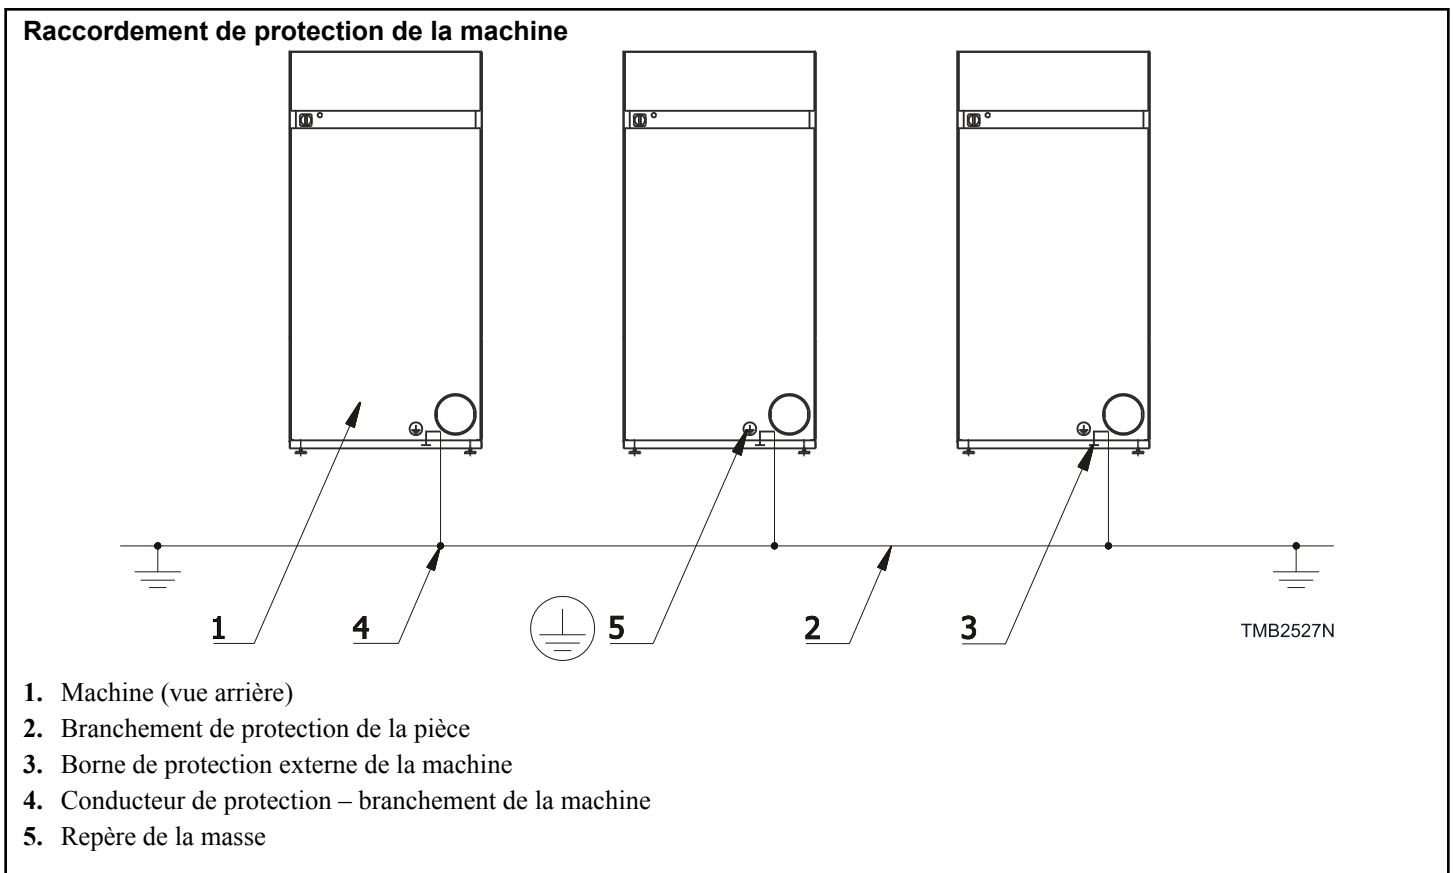

Figure 31
Pour des raisons de sécurité, il est nécessaire de brancher la machine au système de protection de la laverie. La borne de protection externe de la machine (M6) située à l'arrière du dessous de la machine (*Figure 31* – pos.4) est présente à cet effet et elle est marquée par un symbole de terre. Le conducteur de protection permettant ce branchement n'est pas livré avec la machine. La section transversale du conducteur de protection doit correspondre au moins aux chiffres décrits dans *Caractéristiques électriques*. Cependant, à des fins de protection, avec une section transversale du câble d'alimentation en-dessous de 2,5 mm² [0,004 po.²], nous recommandons de sélectionner un conducteur dont la section transversale est d'au moins 4 mm² [0,006 po.²]. La connexion de protection et la mise à la terre des machines empêchent un effet défavorable d'électricité statique qui pourrait affecter le fonctionnement de la machine de façon adverse.